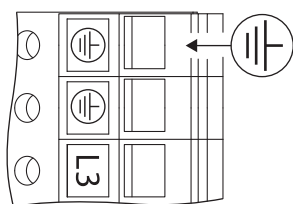

Рис. 23: Дополнительное заземление
- Вследствие повышенного тока утечки моторов мощностью начиная с 11 кВт следует дополнительно подключать усиленное заземление согласно стандарту EN 50178 (рис. 23).